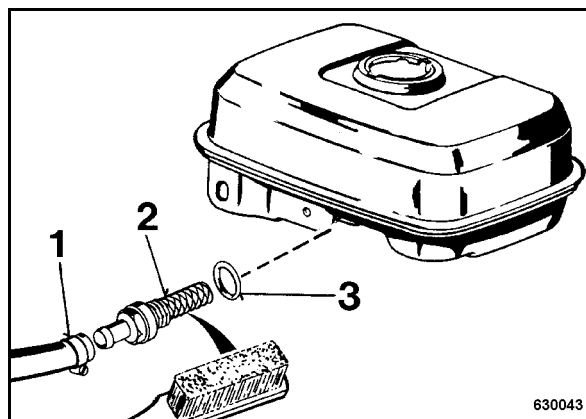

рис. 54
- Раскрыть зажим для трубок (1) (рис. 54), снять шланг.
- Вывинтить сетчатый топливный фильтр (2).
- Проверить уплотнение (3) на предмет повреждения; при необходимости, заменить.